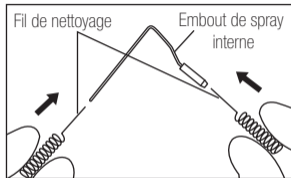

Fig. 8
- 1) Insérez le fil de nettoyage dans le raccord de spray externes et internes. (Fig. 8,9)